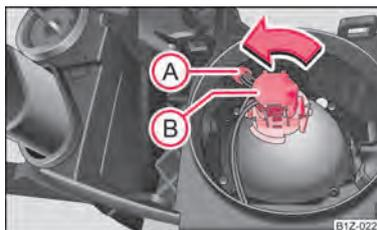

Fig. 183 Desmontagem das lâmpadas de mínimos e médios
- Retire o porta-lâmpada **(A)** ⇒ Fig. 183.
- Rode o conector com a lâmpada incandescente **(B)** para a esquerda até ao batente e retire-o ⇒ Fig. 183.